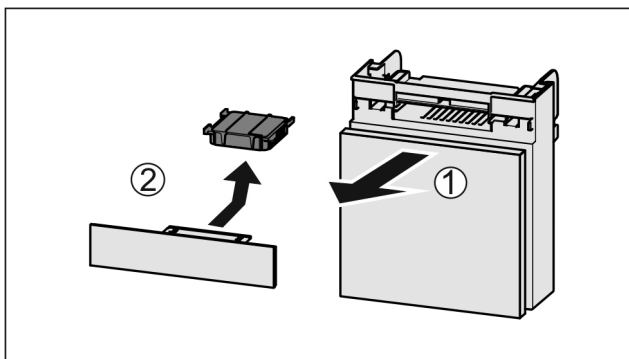

Fig. 99
- ▶ Fach nach vorne herausziehen Fig. 99 (1).
- ▶ Aktivkohlefilter entnehmen Fig. 99 (2).